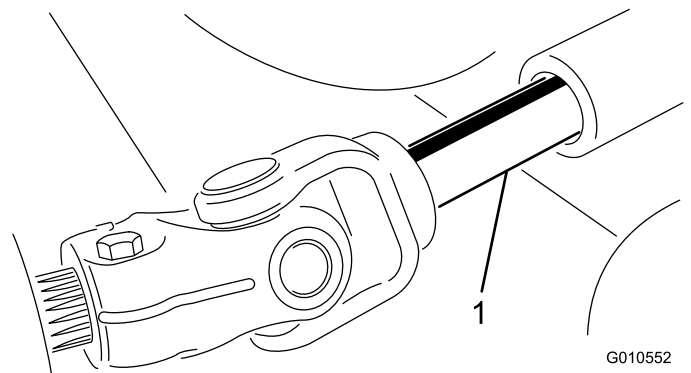

Figura 25
3. Introduzca el árbol macho de la TDF en el árbol hembra de la TDF (Figura 25).